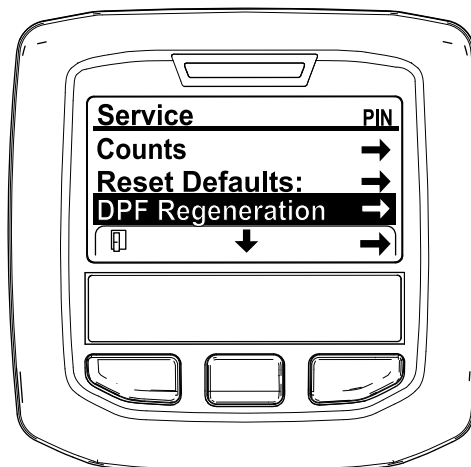

Figura 50
3. No MENU DE MANUTENÇÃO, prima o botão do meio até surgirem as opções de REGENERAÇÃO DO DPF e prima o botão direito para selecionar a opção de REGENERAÇÃO DO DPF (Figura 50).